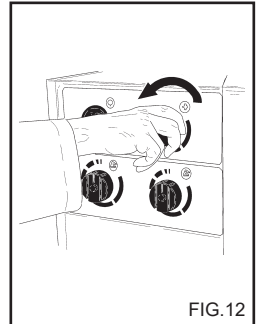

FIG.12
Dette kapitel behandler kun de modeller som er udstyret med "trykregulerende" anordning. Trykregulatoren, fig. 12, giver brugeren mulighed for at indstille arbejdsstrykket. Når knap C drejes mod uret (B) (minimum), nedsættes driftstryk.